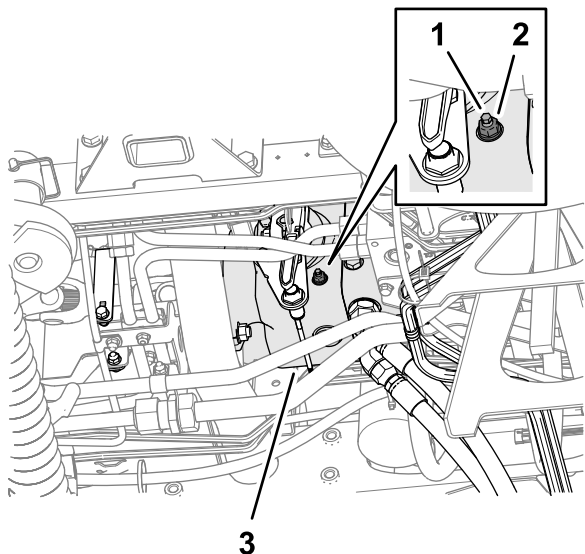

Figure 101
3. Sur le fond de la machine et à droite de la pompe de déplacement, desserrez le contre-écrou qui fixe la vis de réglage du retour au point mort (Figure 101).